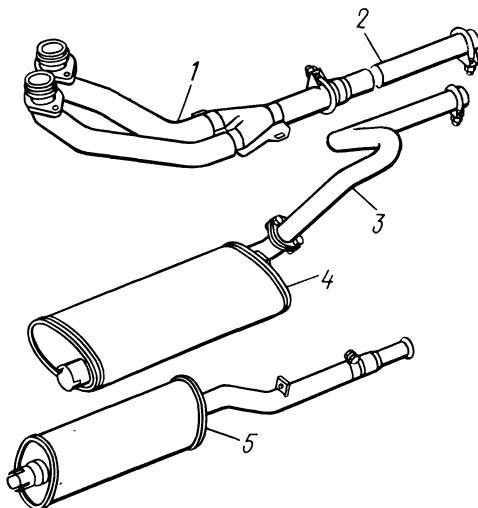

Рис. 36. Система выпуска газов:
**Система выпуска газов** состоит из двух труб двигателя, двух приемных труб, соединенных газоприемником, глушителем, резонатора и выпускной трубы с наконечником (рис. 36).